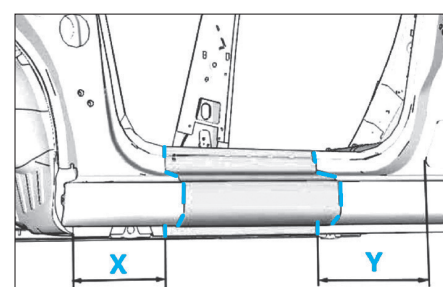

FIG. 24
- Ajuster la coupe de la pièce neuve au véhicule et procéder à l'ajustement général (Fig.24).